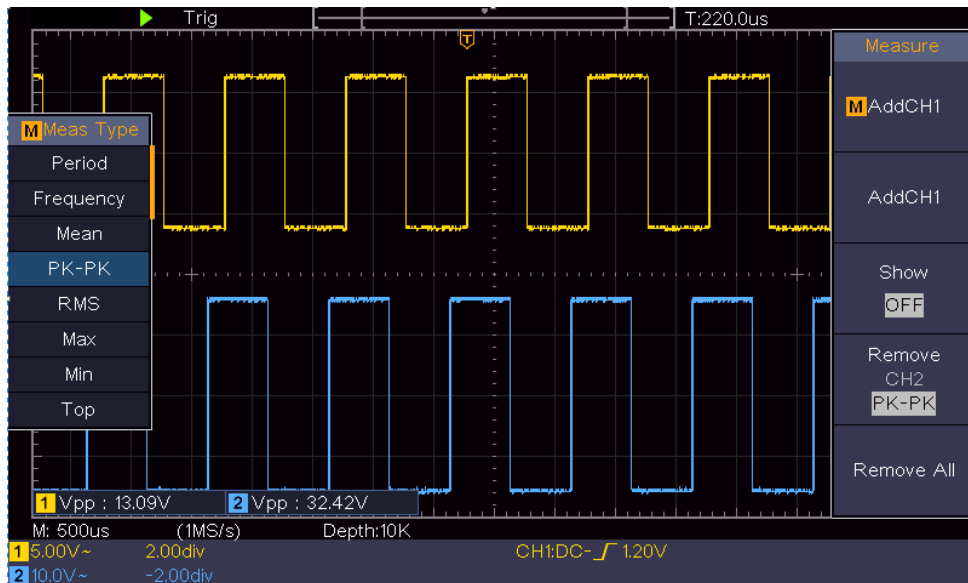

Figura 6-2 Forma d'onda della misura del guadagno
- (1) Premete il pulsante **Autoset** e l'oscilloscopio regolerà automaticamente le forme d'onda dei due canali nel corretto stato di visualizzazione.
- (2) Premere il pulsante **Misura** per mostrare il menu di destra.
- (3) Selezionate **AddCH1** nel menu di destra.
- (4) Nel menu di sinistra Type, girare la manopola **M** per selezionare **PK-PK**.
- (5) Nel menu di destra, selezionare **AddCH1**. Il tipo peak-to-peak di CH1 viene aggiunto.
- (6) Nel menu di destra, selezionare **AddCH2**. Il tipo peak-to-peak di CH2 viene aggiunto.
- (7) Leggere le tensioni picco-picco del canale 1 e del canale 2 dalla parte inferiore sinistra dello schermo (vedi *Figura 6-2*).
(8) Calcolare il guadagno dell'amplificatore con le seguenti formule.